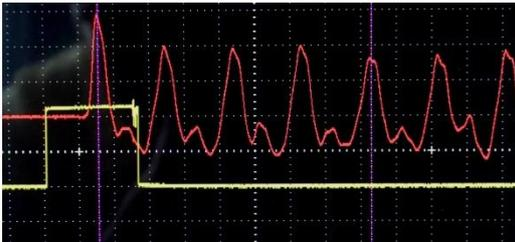
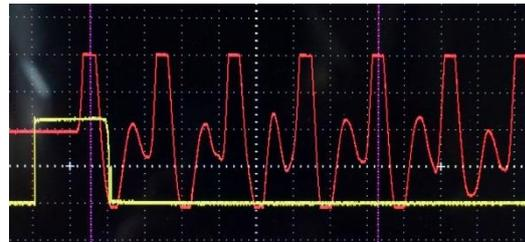

図 2-8a 適切な波形
図 2-8b 上がつぶれた波形
- ① マイク、棒等の設置は課題 2-1 と同じままとする。
- ② 「SEC/DIV」のつまみを回して時間軸を M: 200us 程度に設定する。
- ③ 「HORIZONTAL POSITION」のつまみを反時計方向に回して、画面上部の **T** のマーク（紫）が左端に来るようにする。
- ④ 課題 2-1 と同様に、「Single」ボタンを押してから棒を金属ブロックで軽くたたき、図 2-8a のように画面に 5～6 個程度のピークが現れるようにする。ピークが多すぎたり少なすぎたりする場合は「SEC/DIV」のつまみを回して調節する。図 2-8b のように、波形の上部がつぶれている場合は信号が強すぎるので、より軽くたたか、棒とマイクとの間隔を広くする。